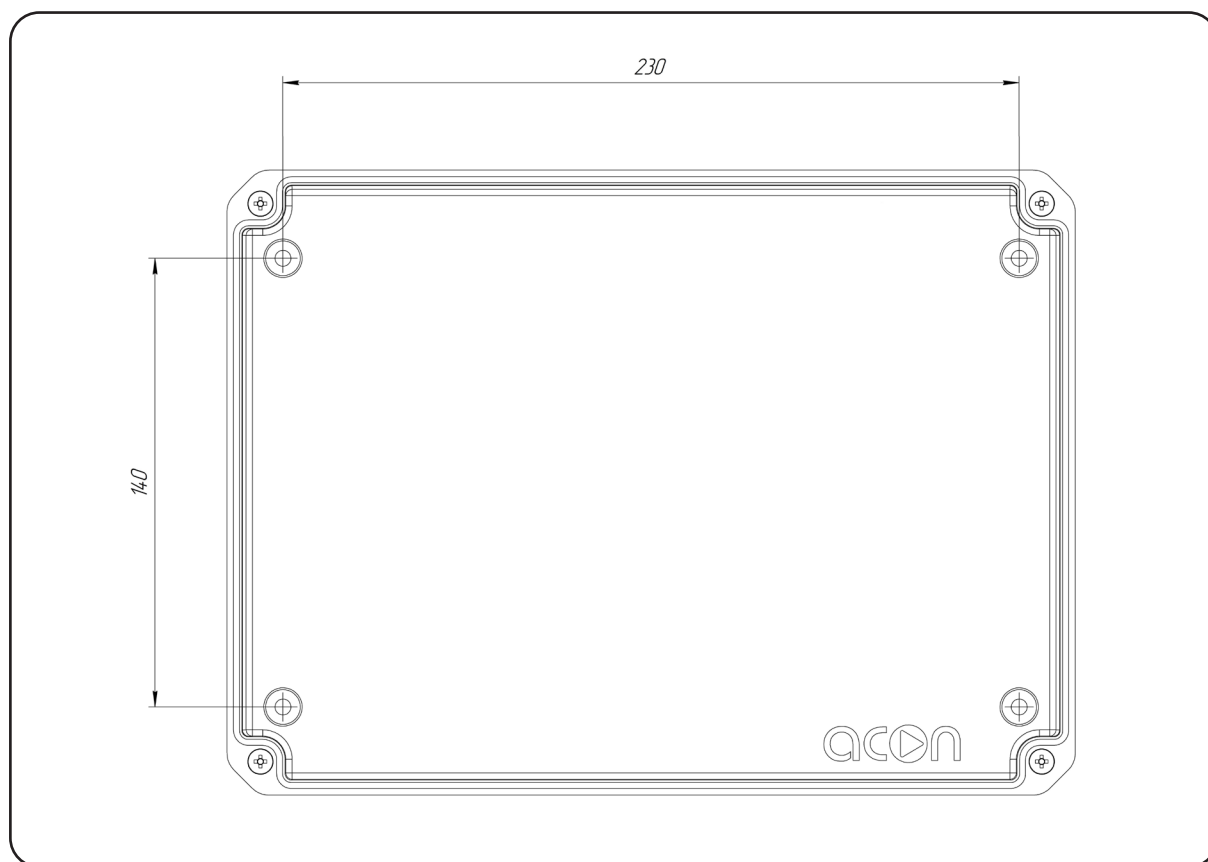

Рисунок 3. Нижняя крышка ПУ.
- 4) Определившись с местом монтажа ПУ, необходимо разметить места для сверления отверстий (см. Рис.3).